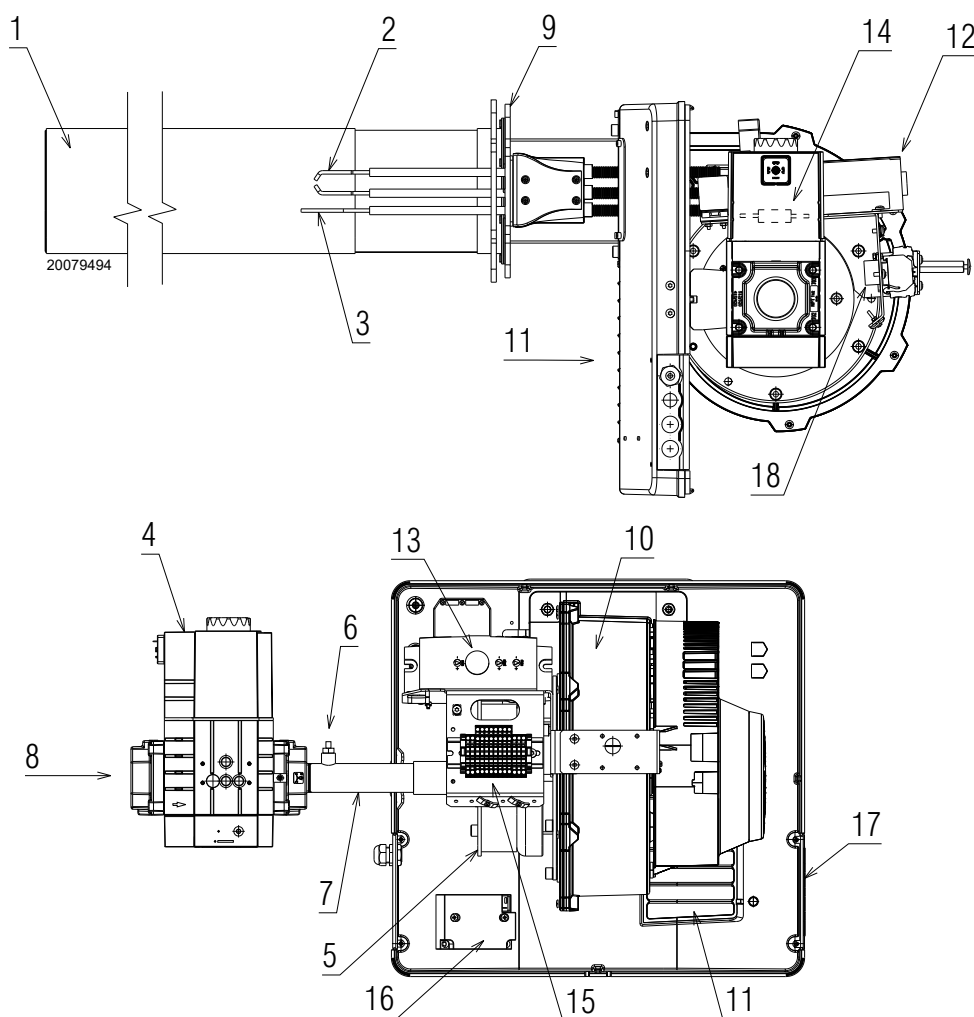

Fig. 2
(1) Conditions de référence: Température ambiante 20 °C - Température du gaz 15 °C - Pression barométrique 1013 mbar - Altitude 0 m au-dessus du niveau de la mer.
(2) Pression de gaz d'entrée 8)(Fig. 2) avec pression zéro dans la chambre de combustion et à la puissance maximale du brûleur.
(3) Pression sonore mesurée dans le laboratoire de combustion du constructeur, avec le brûleur fonctionnant sur la chaudière d'essai, à la puissance maximale, moyenne et minimale de modulation. La puissance sonore est mesurée grâce à la méthode en « champ libre », prévue par la norme EN 15036, et conformément à la précision de mesure « Précision : Catégorie 3 », comme décrit par norme EN ISO 3746.
➤ **Blocage boîte de contrôle:** l'appui sur le bouton de la boîte de contrôle (Fig. 2) signale que le brûleur s'est bloqué. Pour le débloquer, appuyer sur le bouton de déblocage.
➤ **Blockage boîte de contrôle:** l'allumage du bouton de la boîte de contrôle de sécurité 13)(Fig. 2) signale que le brûleur s'est bloqué. Pour le débloquer, appuyer sur le bouton.